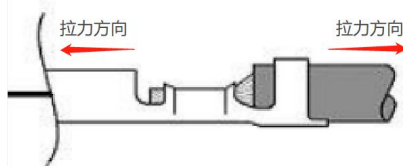

图 5-1 JST 端子与线材连接拉力测试示意图
1、JST 端子与线材连接拉力允许值如表 5-2, JST 端子与线材连接拉力测试示意图如图 5-1。